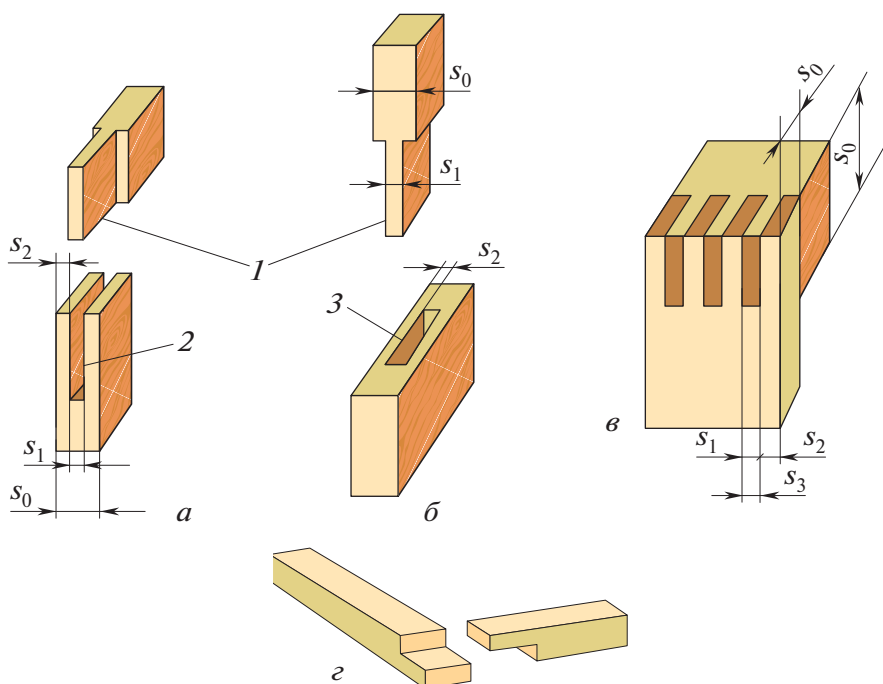

Рис. 4.50. Виды шиповых соединений и их основные элементы:
Шиповое соединение включает следующие элементы: *шип*, *гнездо* и *проушину* (рис. 4.50). **Шип** — выступ 1 на конце заготовки. Закрытое углубление 3 в шиповых соединениях называется **гнездом**, оно соответствует размерам и профилю шипа. **Проушина** — гнездо 2 на конце заготовки, открытое с двух или трёх сторон. Шип должен соответствовать размерам и профилю гнезда или проушины.
- угловое концевое (рис. 4.50, *а*);
- угловое срединное (рис. 4.50, *б*);
- угловое ящичное (рис. 4.50, *в*);
- угловое «вполдерева» (рис. 4.50, *г*).
В зависимости от толщины (s) соединяемых деталей выбирают различное количество шипов. Для *угловых концевых* и *угловых срединных* соединений (рис. 4.50) размеры шипов и проушин определяют по формулам: